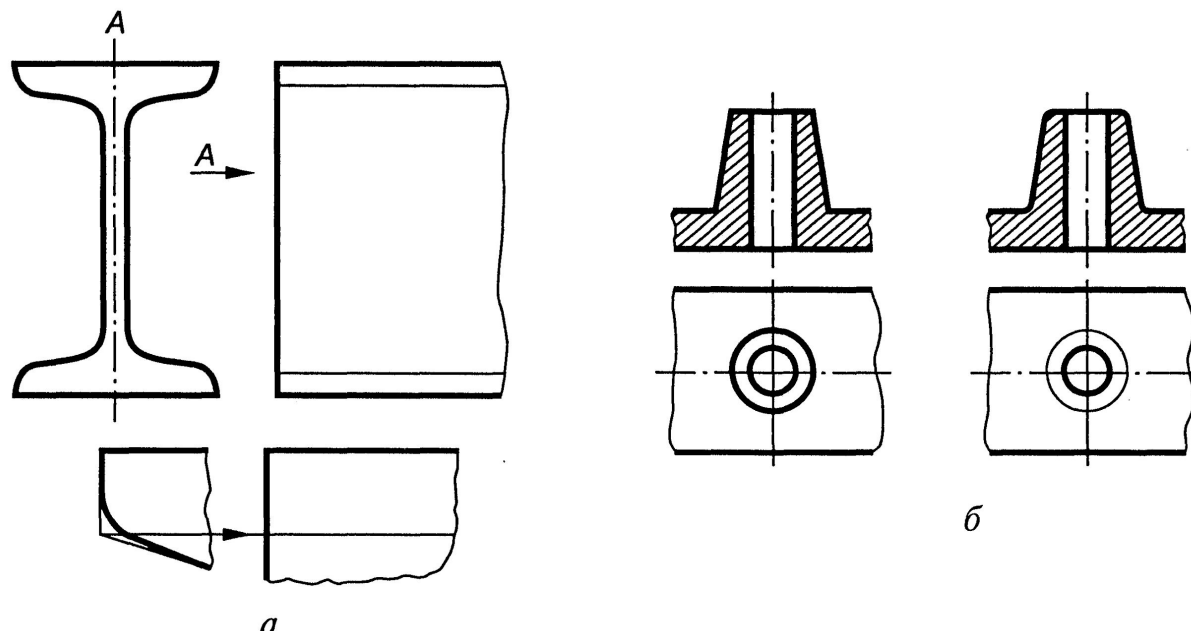

Рис.18
- На тех изображениях, где уклон или конусность отчетливо не выявляются, проводят только одну сплошную тонкую линию, соответствующую меньшему размеру элемента с уклоном (рис. 18, а) или меньшему основанию конуса (рис. 18, б).